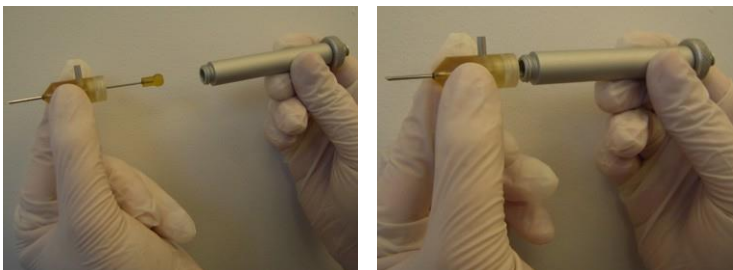

Figura 3-79. Conexión del cabezal al cuerpo de la pieza manual
3. Para conectar el cabezal del implantador al cuerpo de la pieza manual, inserte la base del émbolo en la pieza manual, como se muestra en la Figura 3-79.